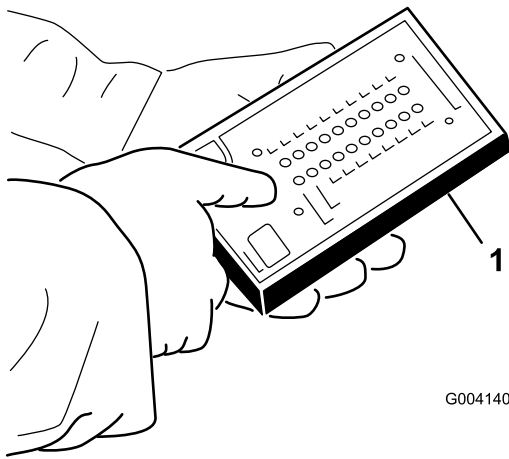

Figura 40
4. Conecte el conector de la pantalla diagnóstica ACE al conector diagnóstico (Figura 40).